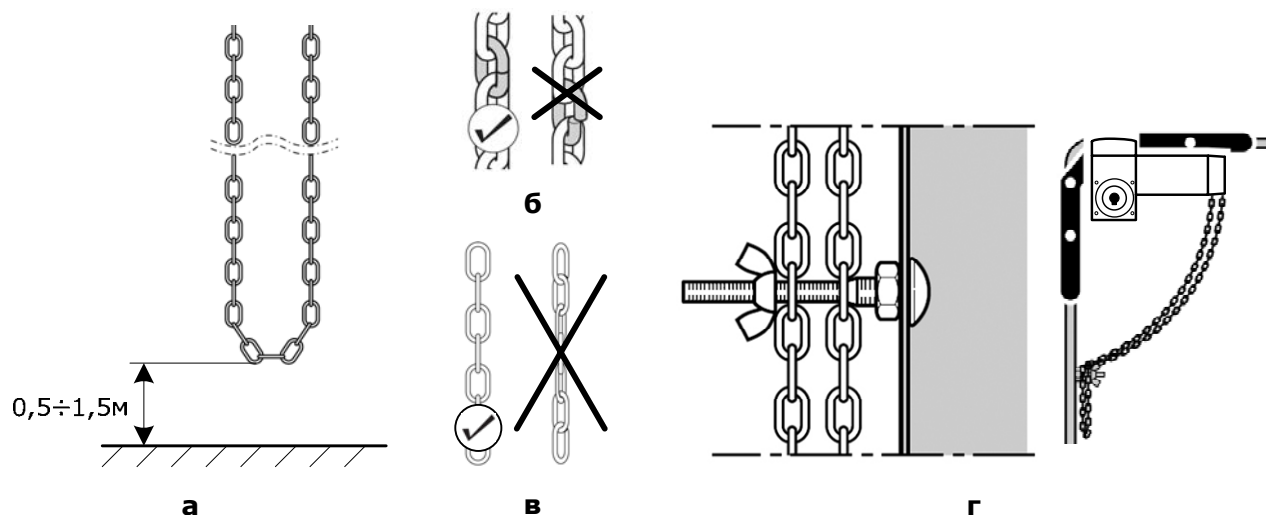

Рис. 3. Условия правильного функционирования цепи аварийного ручного управления
- Край цепи аварийного ручного управления в собранном состоянии должен находиться на высоте 0,5 ÷ 1,5 метра (Рис. 3а). При необходимости удлините или укоротите цепь.
- Концы аварийной ручной цепи должны быть соединены друг с другом. Кромки соединительного звена цепи должны располагаться точно друг над другом (Рис. 3б).
- Аварийная ручная цепь ни в коем случае не должна быть перекручена (Рис. 3в), так как в противном случае могут возникнуть неисправности в работе узла аварийного ручного управления.
- Во избежание при движении ворот защемления цепи ручного управления, а также, чтобы не создавать помех движению людей и оборудования, нижняя часть цепи должна быть зафиксирована (Рис. 3г). Цепь должна свисать свободно, не должна быть натянута.